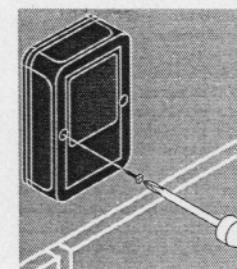

Fig. 13 / Bild. 13
- 9 - Fissare il coperchio per mezzo delle 2 viti in dotazione (Fig. 13).